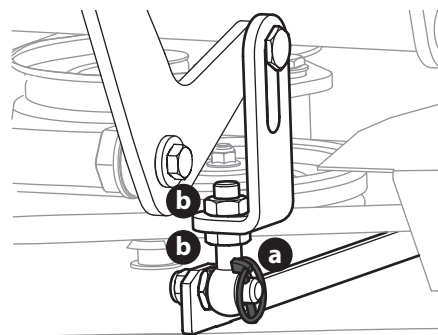

Fig. 47
3. Ajuste el perno de ojo (a) en la parte delantera izquierda de la plataforma para que la altura desde la punta de la cuchilla externa derecha al piso coincida con la de la punta de la cuchilla externa izquierda. Esto se hace aflojando las contratuercas (b) en el perno de ojo (a) y apretando la contratuercas superior (b) para elevar la plataforma y aflojando la contratuercas (b) para bajar la plataforma. La altura de la punta de la cuchilla externa derecha se fija con el perno de ojo derecho (a), por lo que debe ajustar la punta externa izquierda para que coincidan (Fig. 47).
4. Cuando logre el ajuste correcto, vuelva a apretar las contratuercas (b) (Fig. 47).
3. Afloje las contratuercas (b) en la parte posterior izquierda y derecha de los pernos de ojo (a) (Fig. 47).
4. Comience en la parte posterior derecha para elevar la parte trasera de la plataforma, ajuste la contratuercas superior (b) para elevar la plataforma o afloje la contratuercas superior (b) para bajar la parte trasera de la plataforma (Fig. 47).
5. Ajuste la contratuercas (b) en la parte trasera izquierda para eliminar la "holgura" de la varilla roscada (Fig. 47).
6. Apriete ambas contratuercas inferiores (b) para asegurar el ajuste de la plataforma (Fig. 47).
7. El ajuste final sería eliminar la "holgura" del varillaje trasero izquierdo si la parte posterior de la plataforma se elevó ajustando las contratuercas (b) en el perno de ojo (a). Afloje las contratuercas (b) y apriete la contratuercas superior (b) para eliminar la "holgura" (Fig. 47).
- En muchos casos será necesario ajustar la altura de la plataforma usando los ajustes de ambos pernos de ojo (a) y el ajuste de inclinación para lograr las alturas correctas entre cuchillas y piso. Si recuerda que el ajuste de la punta de la cuchilla derecha delantera es fijo y usted nivela a esa altura, el ajuste de las plataformas será más simple (Fig. 47 en la página 71).